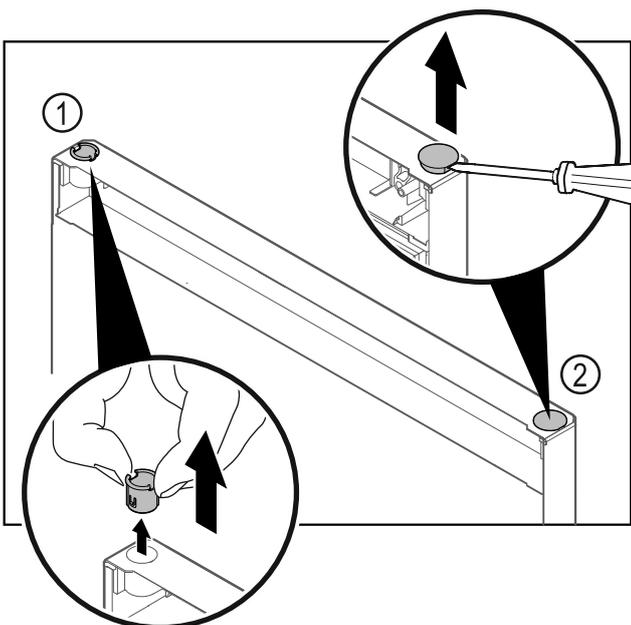

Fig. 23
- Estrarre la boccola cerniera Fig. 23 (1) con le dita.
- Con un cacciavite a testa a intaglio sollevare con cautela il tappo Fig. 23 (2) ed estrarlo.